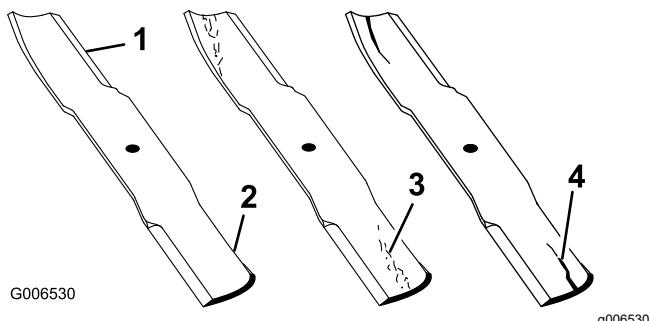

Figura 111
2. Examine cuidadosamente los extremos de corte de la cuchilla, sobre todo en el punto donde convergen la parte plana y la parte curva de la cuchilla, tal y como se muestra en Figura 111.
**Nota:** Puesto que la arena y cualquier material abrasivo pueden desgastar el metal que conecta las partes curva y plana de la cuchilla, compruebe la cuchilla antes de utilizar el cortacésped. Si se aprecia desgaste, cambie la cuchilla (Figura 111).